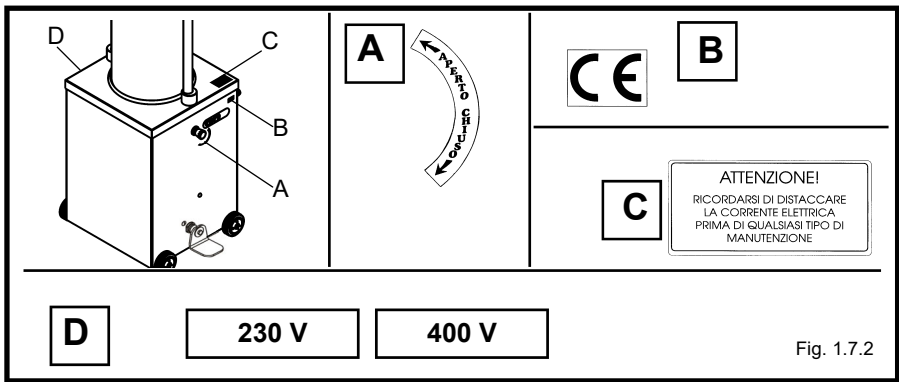

Fig. 1.7.2
1.7.1 - Plaquettes d'avertissement et de danger (fig. 1.7.2)